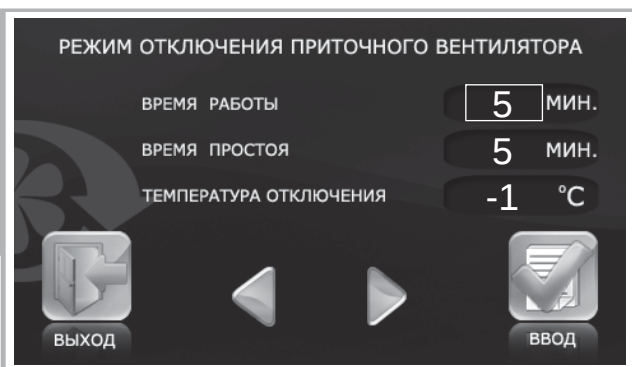

Рис. 22. Отключение приточного вентилятора
■ Для выбора алгоритма защиты от замерзания путем отключения приточного вентилятора необходимо установить значение **ВЫКЛ.** для пункта **ОТКЛ. ПРИТОЧНОГО ВЕНТИЛЯТОРА** (не совместим с функцией **УПРАВЛЕНИЕ НАГРЕВОМ**). При установке значения **ВЫКЛ.** осуществится переход к настройкам данной функции (рис. 22).
■ При выборе значения **ВКЛ.** для пункта **ОТКЛ. ПРИТОЧНОГО ВЕНТИЛЯТОРА** пульт переходит к настройке **РЕЖИМА ОТКЛЮЧЕНИЯ ПРИТОЧНОГО ВЕНТИЛЯТОРА** (рис. 22).